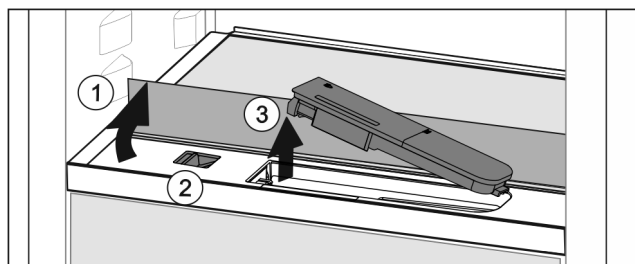

Fig. 74
- ▶ Skleněnou desku nadzvedněte a zaklapněte dozadu až na doraz Fig. 74 (1).
- ▶ Posuvník Fig. 74 (2) posuňte doleva.
- ▶ Vyjměte nádržku na vodu Fig. 74 (3).